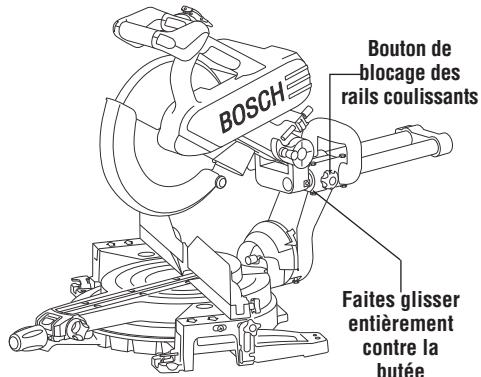

Figure 30. Coupe de fente
- Faites glisser la tête vers l'arrière aussi loin que possible (Figure 30).
- Serrez le bouton de blocage des rails coulissants (Figure 30).